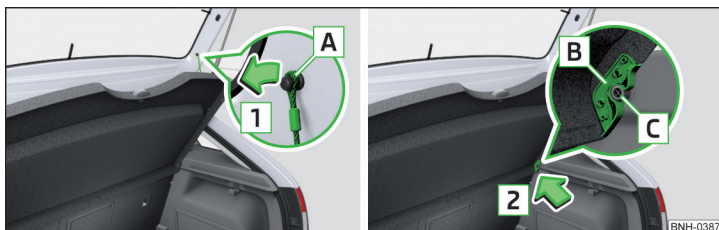

Fig. 106 Scoaterea copertinei portbagajului
Dacă benzile de susținere » fig. 106 sunt agățate de capota portbagajului, la deschiderea capotei se ridică și masca portbagajului (denumită în continuare doar mască).
- ▶ Desprindeți benzile de susținere de pe ambele părți ale capotei portbagajului, în sensul săgeții » fig. 106.
- ▶ Poziționați elementele de fixare de pe capac peste elementele de susținere , de pe capitonajul lateral » fig. 106.